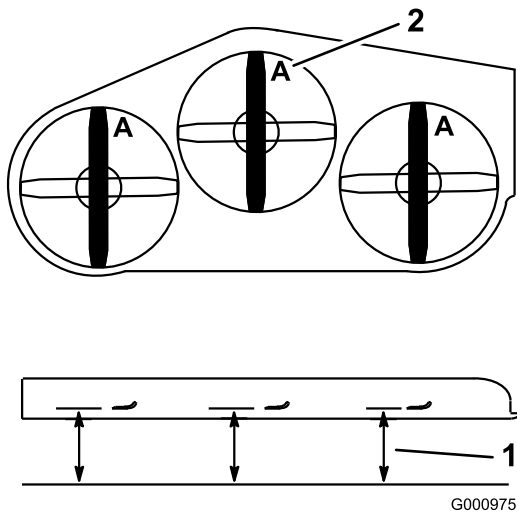

Figure 97
- Mesurez la distance entre la surface plane et le tranchant (position **A**) des lames (**Figure 97**).